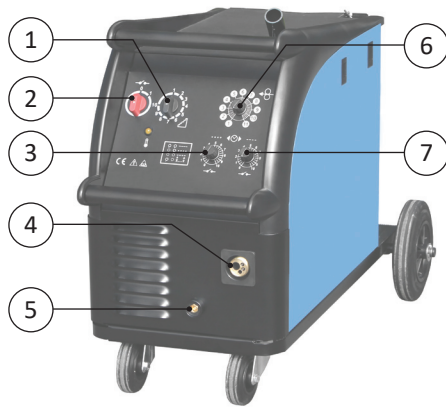

Bild 1A - Typen 2200, 2400
Beim Anschließen des Brenners schalten Sie die Maschine vom Netz ab! In den EURO Stecker (Bild 1A/B, Pos. 4) schließen Sie den Schweißbrenner an und die Überwurfmutter festziehen. Das Erdungskabel schließen Sie in einer Erdungsschnellkupplung (Bild 1A/B, Pos. 5) an und festziehen. Der Schweißbrenner und Erdungskabel sollten möglichst kurz sein, dicht aneinander und an der Bodenebene oder nahe von ihr angebracht.
- Das Schweißdraht wird in den Brenner eingeführt Die Einführungsgeschwindigkeit stellen Sie mit Hilfe des Potentiometers der Drahtvorschubgeschwindigkeit ein (Bild 1A/B, Pos. 6).